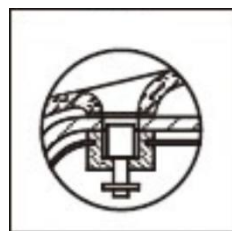

Figura 16
Durante questo periodo la cottura prosegue, quindi si consiglia per alcuni pezzi di carne, minestre, riso e alcuni dessert. Quando la pressione viene completamente liberata la valvola di sicurezza (4) scende (Figura 16) e il coperchio si sblocca per l'apertura. Il coperchio non si apre se non è liberata tutta la pressione. Non aprire il coperchio con forza. Nel caso in cui il coperchio sembra troppo rigido lasciare liberata la pressione del tutto prima di cercare aprire il coperchio.